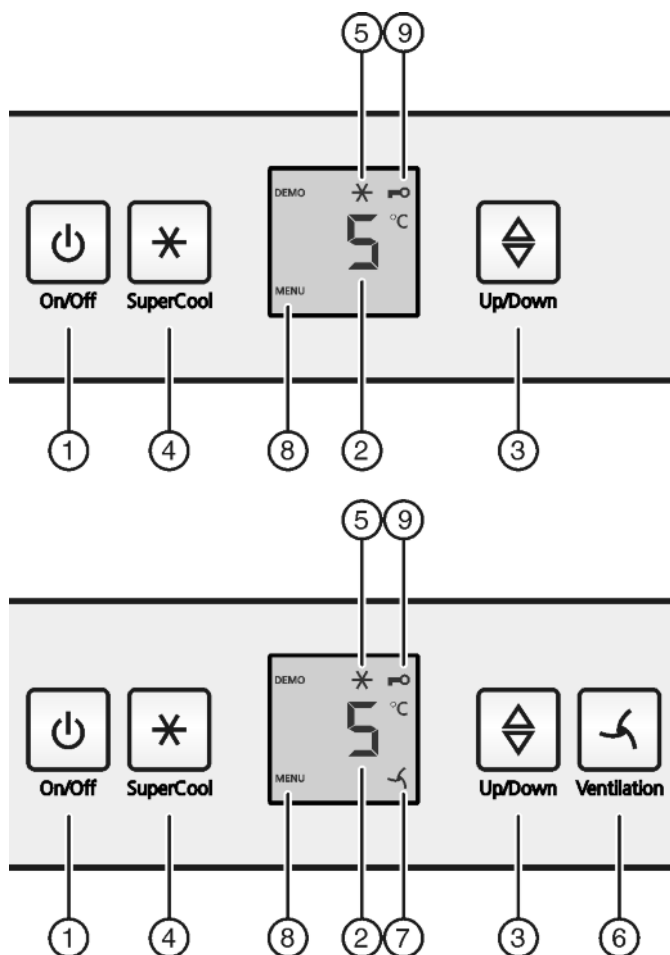

Fig. 2
- ▶ Pritisnite tipko On/Off Fig. 2 (1).
- ▶ Za pribl. 5 sekund pritisnite tipko SuperCool Fig. 2 (4).
- ▷ Na prikazovalniku se prikaže Simbol Meni Fig. 2 (8).
- ▶ Za potrditev kratko pritisnite tipko SuperCool Fig. 2 (4).
- ▷ Simbol Otroško varovalo Fig. 2 (9) na prikazovalniku sveti.
- ▶ Na kratko pritisnite tipko On/Off Fig. 2 (1).
- ▶ Priklic funkcije za temperaturo: pritisnite nastavitveno tipko Fig. 2 (3).
- ▶ Spreminjanje temperature v korakih po 1 °C: nastavitveno tipko Fig. 2 (3) pritisnite tolikokrat, da na prikazovalniku temperature zasveti zelena temperatura.
- ▶ Kratko pritisnete tipko SuperCool Fig. 2 (4).
- ▷ Zasveti simbol SuperCool Fig. 2 (5) na prikazu.
- ▷ Simbol SuperCool Fig. 2 (5) na indikaciji ugasne.